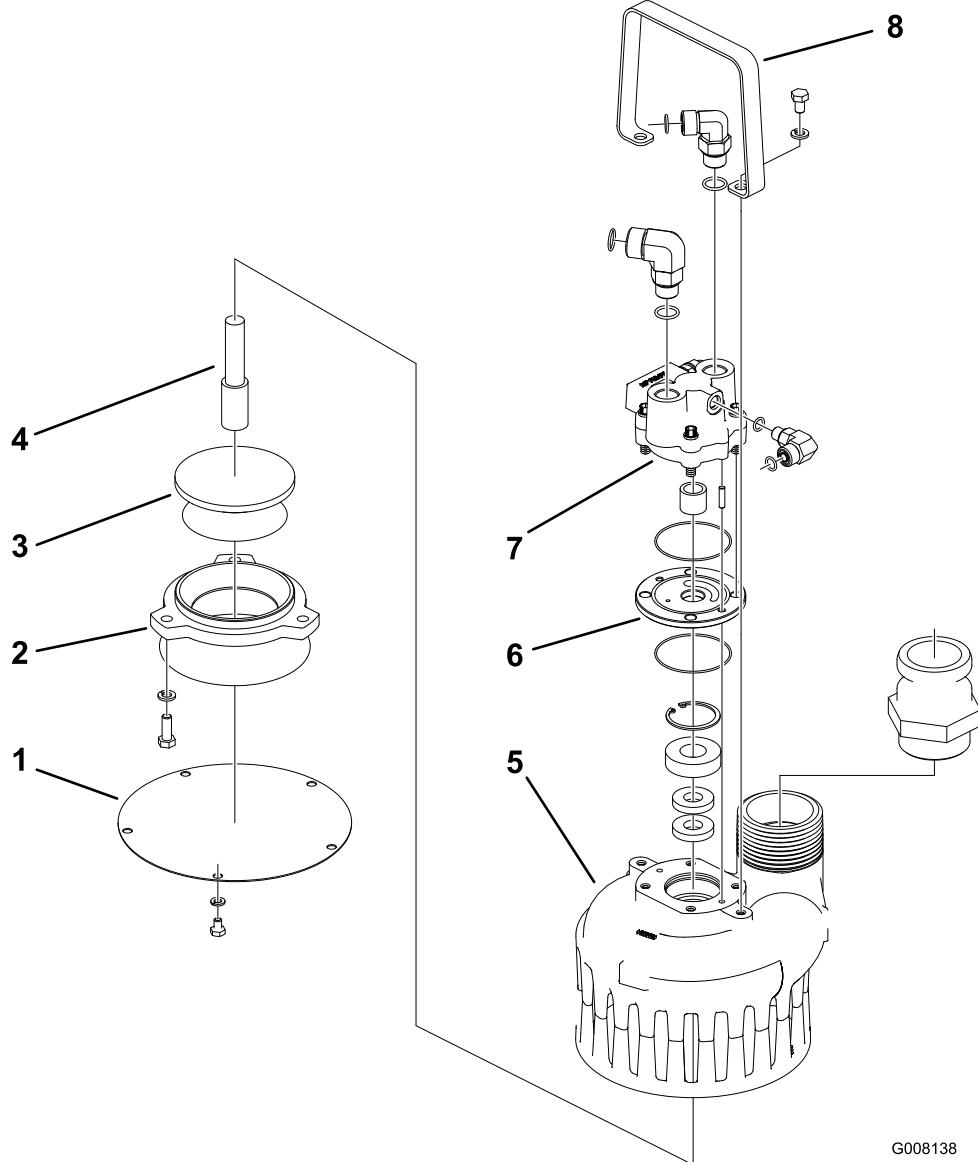

Figura 15
- Desmontaje (Figura 15)**
Montaje (Figura 15)